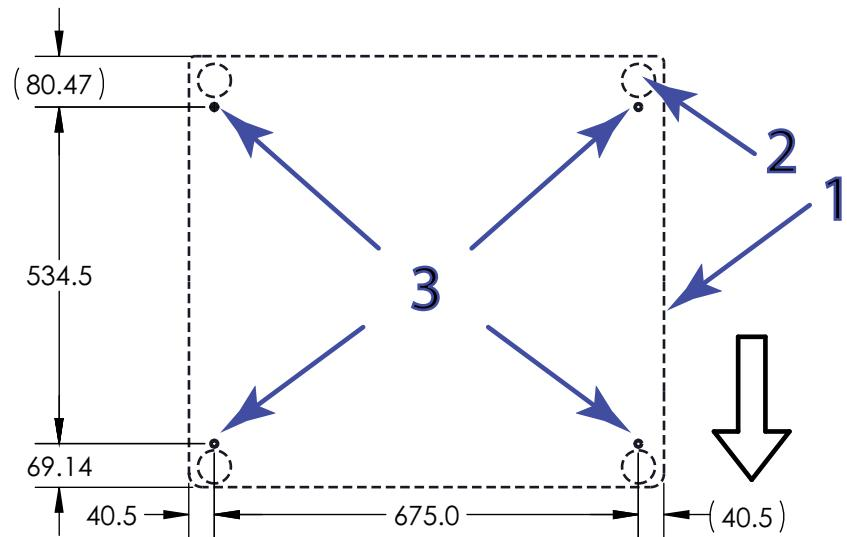

Figura 14. Posizione dei punti di ancoraggio (vista dall'alto)
Legenda per Figura 14
1. Fare riferimento alla Figura 14 a pagina 69 e praticare i fori nel tavolo nelle posizioni appropriate per allinearsi con i punti di ancoraggio sulla base del telaio. Si consigliano fori di diametro 15 mm (0,59 pollici).